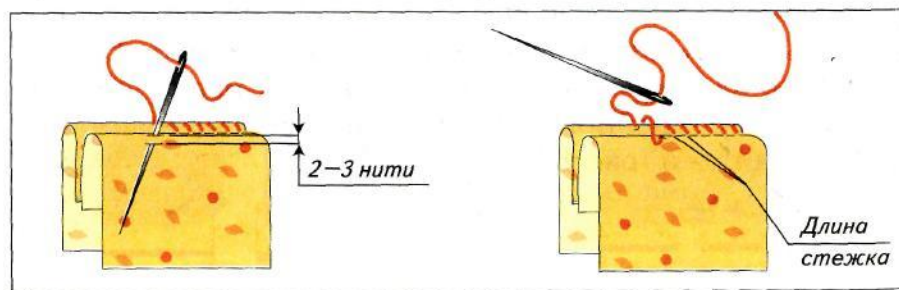

Рис. 88. Ремонт шва подшивочной строчкой
3. Если отремонтировать распоровшийся шов с изнаночной стороны невозможно (изделие на подкладке), то ремонт выполняют с лицевой стороны подшивочной строчкой (рис. 88). Для этого нужно расположить распоровшийся шов подкладки на сгибе изделия. Закрепить нить с изнаночной стороны и вывести ее на лицевую. На второй соединяемой детали выполнить стежок длиной 2–3 нити ткани. Вернуться к первой детали и вы-
3. Ремонт изделия на подкладке (см. рис. 88).